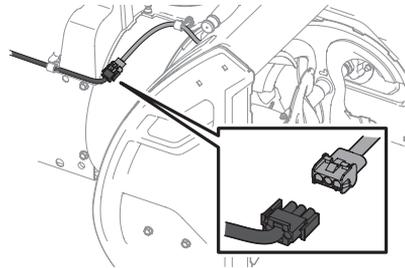

Figura 82
**NOTA:** En los modelos que están equipados con la barra de iluminación LED sobre la caja de la barrena, asegúrese de desenchufar el arnés de cables antes de extraer la cubierta de la correa (Figura 82).